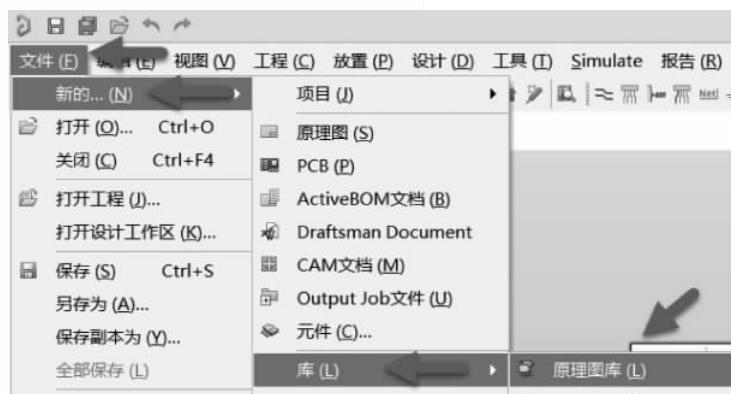

图 3-12 新建原理图库文件
- (1) 如图 3-12 所示,执行菜单栏中“文件”→“新的”→“库”→“原理图库”命令,启动原理图库文件编辑器,并创建一个新的原理图库文件,命名为 Leonardo.SchLib。